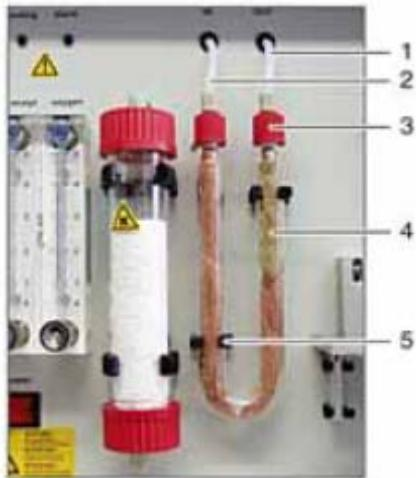

图 124 卸下卤素捕集器 U型管
1. 拧开卤素捕集器的红色接头, 把 U 型管从夹子上取下 (图 124)。
9. 将导管 (6) 接到装有红铜线的气体入口端, 导管 (7) 接到装有黄铜线的气体出口端 (图 124)。